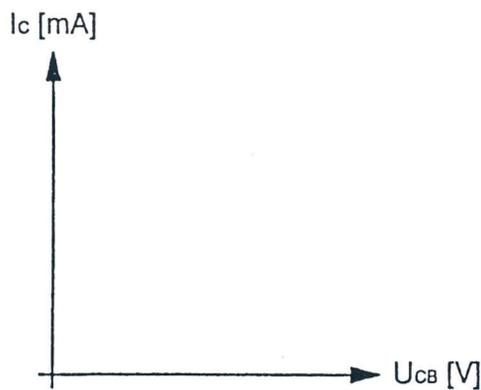

Fig. 3.3
13. Con los valores obtenidos, trazar en la Fig. 3.3 la curva de las características de salida de la corriente de colector en función del voltaje colector – emisor [ $I_C = f(U_{CE})$ ] para todos los valores de  $I_E$ ;